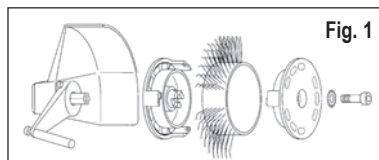

Fig. 1
3. Bryt trykklufttilførselen før du setter **MBX®** Bristle Blaster® båndet på 23 mm eller 11 mm på verktøyet med festesystemet (pass på løperettingen), den tilhørende stjerneskenen og en skrue. Se fig. 1 og 2.